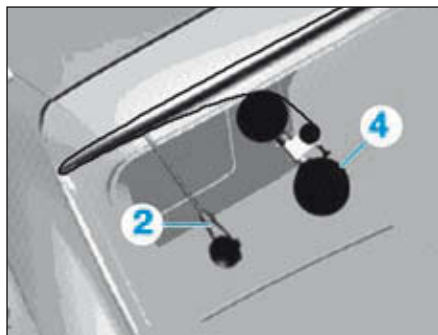

FIG.36
- la glace jusqu'au milieu environ (Fig.36),